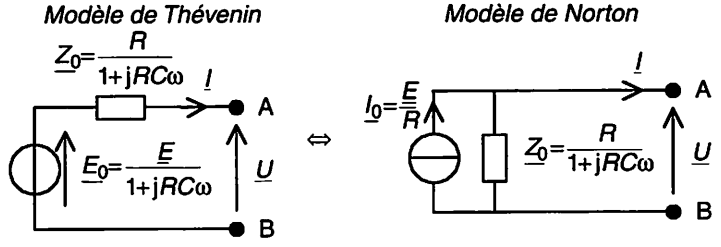

Figure 5.11 Circuit pseudo-intégrateur RC – Schémas équivalents
4. Schémas équivalents (Fig. 5.11)